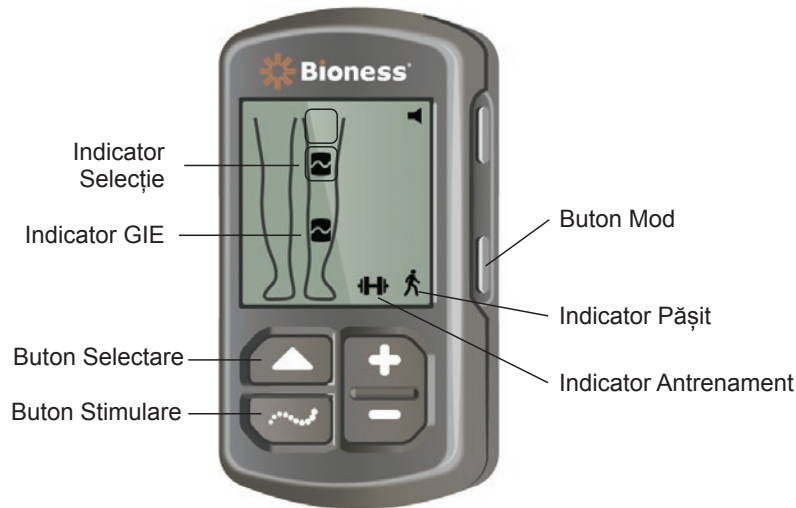

Figura 4-8: Selectarea unui mod de funcționare pe unitatea de control
4. Pentru pacienții care utilizează atât jambiera Lower Leg, cât și jambiera Thigh, butonul Selectare de pe unitatea de control poate fi utilizat pentru a comuta între dispozitivele GIE pentru gambă și pentru coapsă. Consultați Figura 4-8.
5. Pentru a selecta modul Pășit, apăsați pe butonul Mod de pe unitatea de control până când în colțul din dreapta-jos al afișajului digital se afișează pictograma Indicator Pășit. Consultați Figura 4-8.
6. Pentru a selecta modul Antrenament, apăsați pe butonul Mod de pe unitatea de control până când în colțul din dreapta-jos al afișajului digital se afișează pictograma Indicator Antrenament. Consultați Figura 4-8.
3. Pentru a opri stimularea, apăsați pe butonul Stimulare de pe unitatea de control. Consultați Figura 4-8.